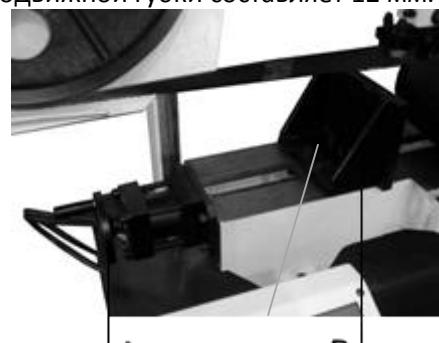

Рис.13
Для предварительной регулировки зазора необходимо вращать маховик (A, рис.13), чтобы расстояние между подвижной (зажимной) губкой (B) и заготовкой составило 5-10 мм.